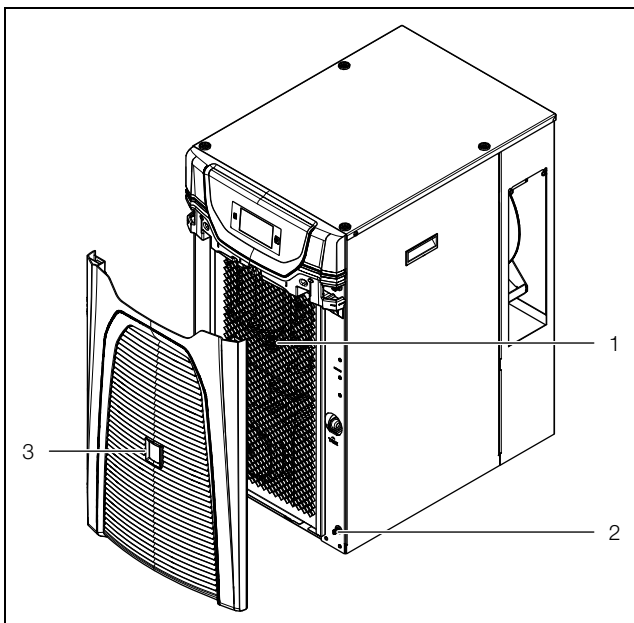

Abb. 31: Lamellengitter abziehen 3320200 und 3334300
- Ziehen Sie vorne am Chiller das Lamellengitter (Abb. 31, Pos. 3) von den Halteclips (Abb. 31, Pos. 2) ab und stellen oder legen Sie es sicher ab.